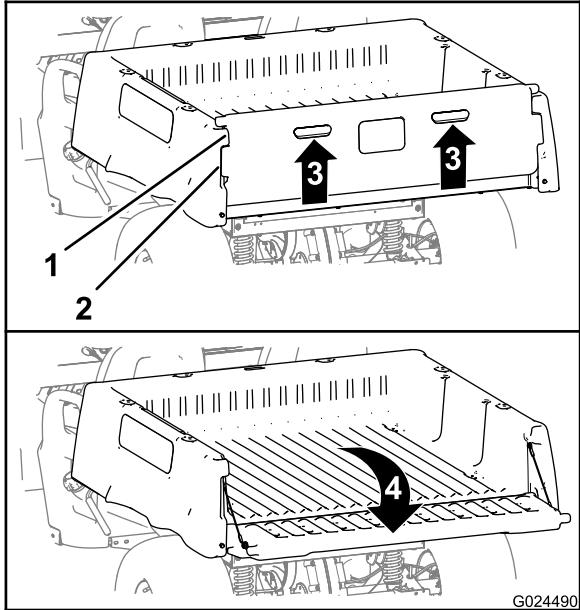

Figura 20
2. Tire hacia arriba del portón usando los tiradores del panel trasero (Figura 20).
3. Alinee las pestañas de bloqueo del portón trasero con los huecos situados entre las pestañas de la caja de carga (Figura 20).
4. Gire el portón trasero hacia atrás y hacia abajo (Figura 20).
6. Gire el portón hacia arriba y hacia adelante hasta que las pestañas de bloqueo del portón trasero estén enrasadas con el hueco de la caja de carga (Figura 20).
7. Baje el portón hasta que quede asentado en la parte trasera de la caja de carga (Figura 20).